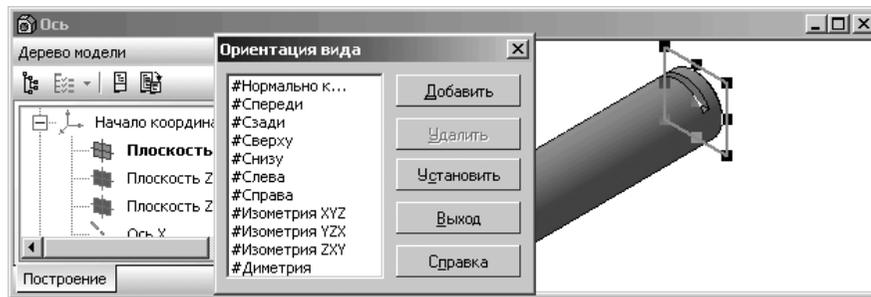

Рис. 8.25. Выделенная **Плоскость XY** и диалоговое окно **Ориентация вида** с ориентацией вида **#Изометрия XYZ**
- щелкните в выпадающем меню по пункту **Ориентация**. Появится диалоговое окно **Ориентация вида**, показанное на рис. 8.25;
- щелкните в панели инструментов **Текущее состояние** по кнопке – **Ориентация** – кнопке с изображением системы координат. Появится диалоговое окно **Ориентация вида** (см. рис. 8.25);